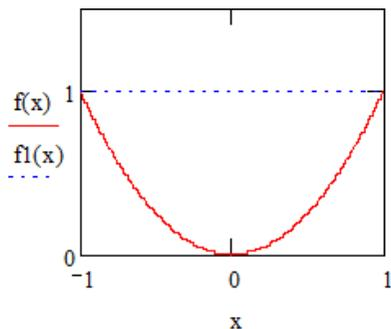

Рис. 4.3. Вид диаграммы
4. Значение верхнего предела оси ординат задать как 1.5 . Диаграмма примет вид, представленный на рис. 4.3.